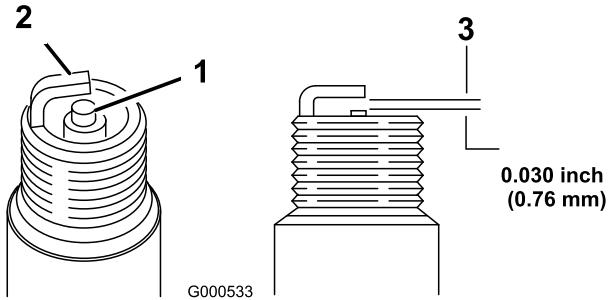

Figura 33
1. Mire la parte central de la bujía (Figura 33). Si se observa un color gris o marrón claro en el aislante, el motor está funcionando correctamente. Si el aislante aparece de color negro, significa que el limpiador de aire está sucio.
2. Compruebe la separación entre los electrodos centrales y laterales (Figura 33). Si la distancia no es correcta, doble el electrodo lateral (Figura 33).